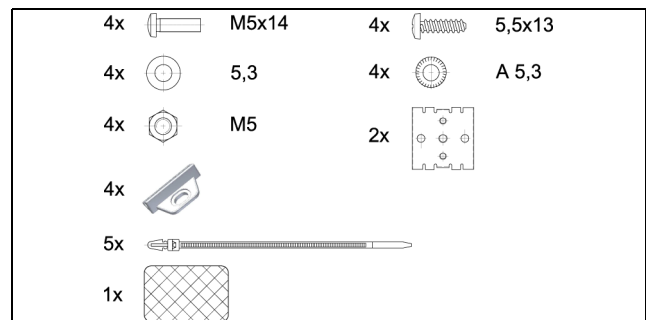

Abb. 1: Beigelegtes Zubehör
- Beigelegtes Zubehör (vgl. Abb. 1)